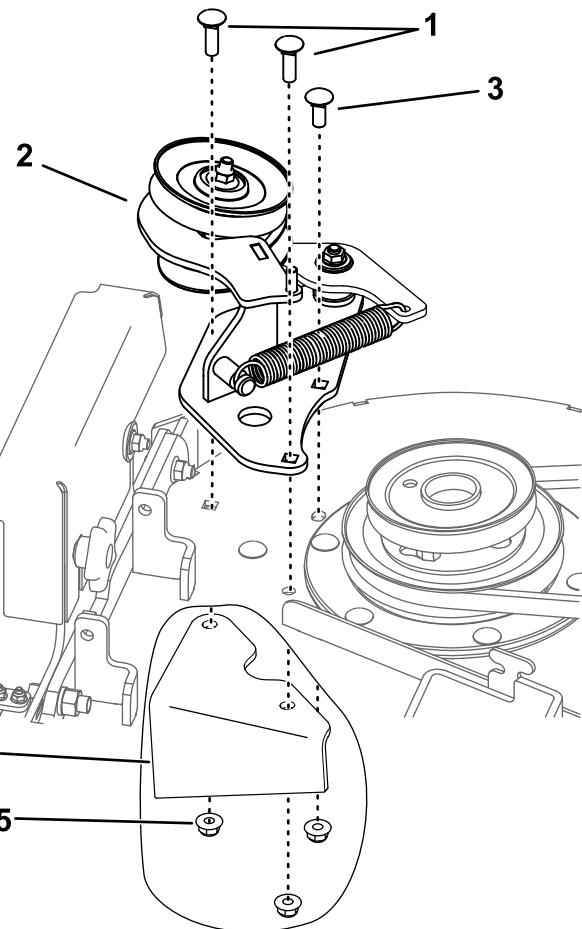

Figura 5
3. Utilizando as três porcas que removeu previamente, um parafuso de carroçaria ($\frac{3}{8}$ pol. x $1\frac{1}{4}$ pol.) e dois parafusos de carroçaria ($\frac{3}{8}$ pol. x 1 pol.), instale o conjunto do rolete na plataforma do cortador (Figura 5).
(3/8 pol. x 1 pol.), instale o conjunto do rolete na plataforma do cortador (Figura 5).